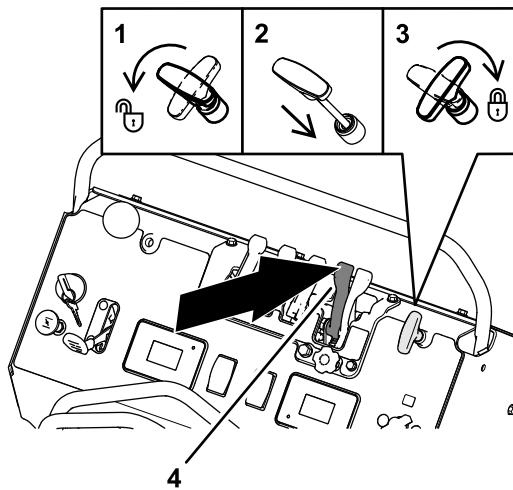

Figure 91
3. Fermez la trappe de la turbine en poussant le levier de distribution intensive de granulés à fond an avant (Figure 91).
4. Tournez la poignée de commande d'épandage dans le sens antihoraire, enfoncez-la et tournez-la dans le sens horaire (3); voir Figure 91.